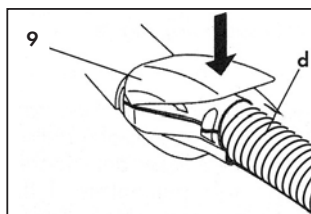

Abb. 11
- Die Klappe der Zubehörsteckbuchse (9) ganz öffnen und den Schnellanschluss des Arbeitschlauchs (d) in die vordere Steckbuchse des Geräts stecken. Den Schnellanschluss fest hinein drücken.
- Die Klappe der Zubehörsteckbuchse (9) an den Körper des Schnellanschlusses drücken und kontrollieren ob die beiden Teile richtig ineinander rasten Abb. 11.